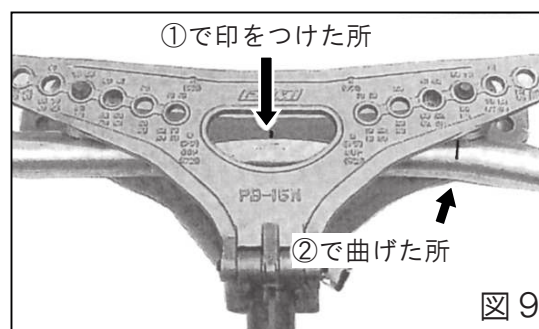

図9
③①で印を付けた所（曲げ長さ印箇所）をベンディングシューの中心に合わせ加圧します。（図9）